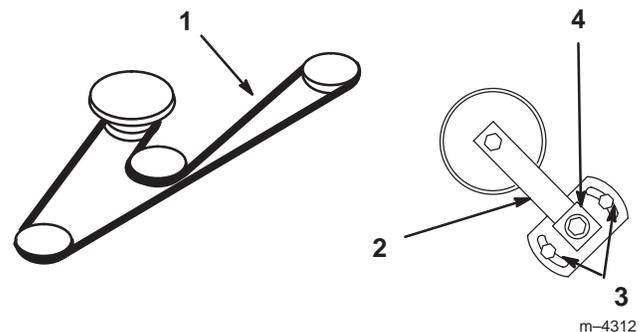

Figure 60
- Desserrez les deux écrous de fixation de la plaque du bras de tension et déplacez ce dernier pour détendre la courroie sur la poulie de tension. Déposez la courroie usée du plateau de coupe (Fig. 60).
- Installez une courroie neuve autour des poulies d'axe, du guide-courroie, de la poulie de tension et dans la gorge inférieure de poulie d'axe centrale (Fig. 60).